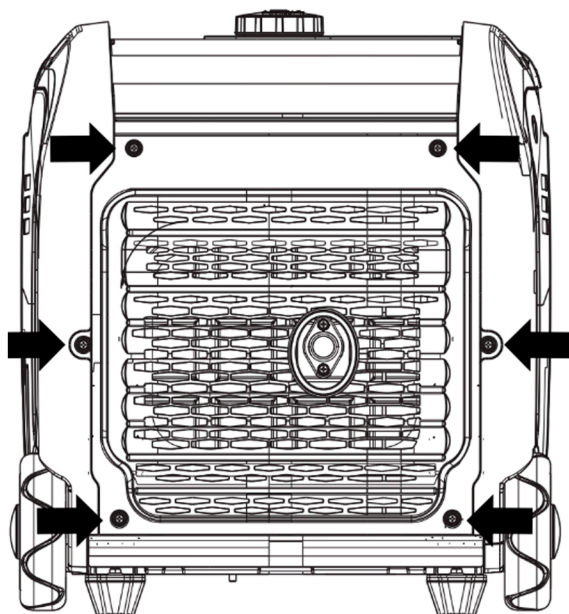

Рисунок 17.: Видаліть гвинти, які тримають кришку глушника.
3. Вийміть гвинти, які утримують кришку глушника (див. Рисунок 17).